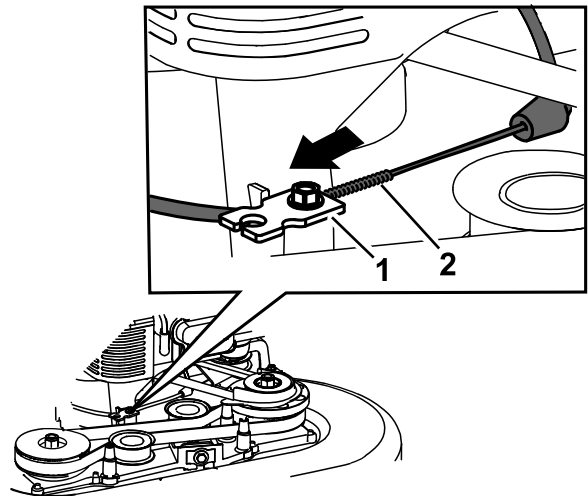

Bild 48
6. Ziehen Sie am Kabelmantel, um das Spiel zu entfernen (Bild 48).